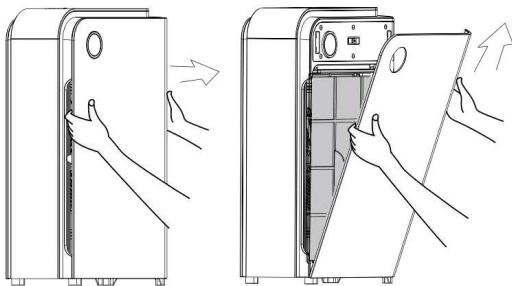

Abb. 1
2. Greifen Sie mit beiden Händen die Gehäuseabdeckung (1). Danach lösen Sie vorsichtig mit ruhiger Bewegung Magnetverschlüsse am Oberteil der Gehäuseabdeckung. Richten Sie diese in einem Winkel von etwa 45 Grad aus und heben Sie die Gehäuseabdeckung hoch. (Abb. 1)